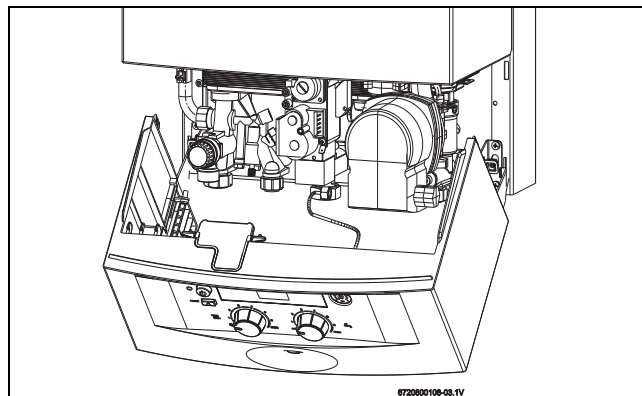

Fig. 25 Posición de servicio para el ajuste del gas
- ▶ Colocar el panel de mandos en la posición de servicio (ver Fig. 25).